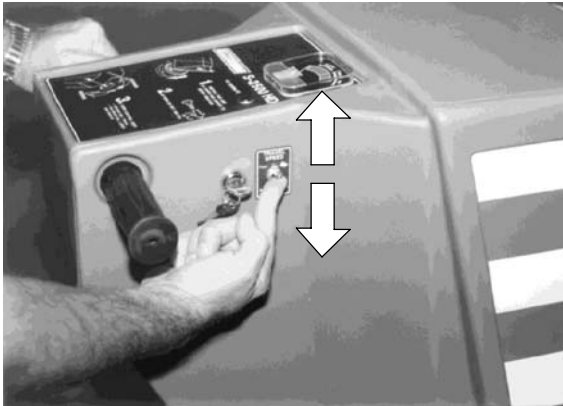

FIG. 7
4. Seleccione la velocidad con el interruptor de la palanca de velocidad (Figure 7):